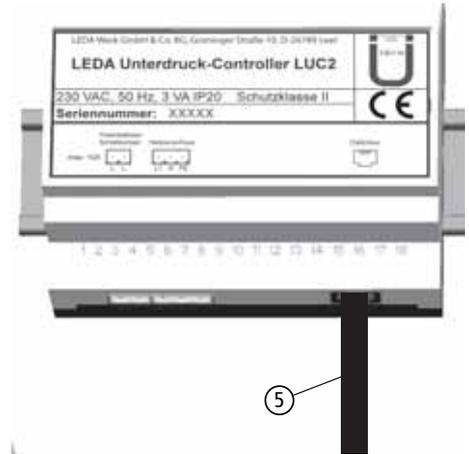

Abb. 4.18 Schalteinheit, Anschluss der Datenbusleitung
- 5 Die Datenbusleitung zwischen der Schalteinheit des LUC und der Bedien- und Messeinheit auf der rechten Buchse der Schalteinheit einstecken (siehe Abb. 4.18)